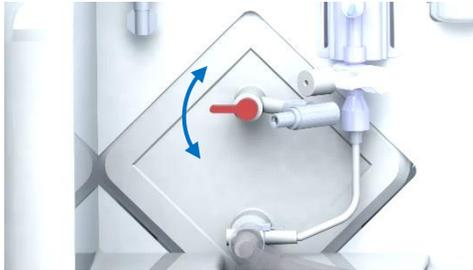

Abbildung 15 Luftventil am Oxygenator
- Entlüften Sie den Oxygenator über den Probenanschluss mit einer Spritze. Entfernen Sie zunächst die Kappe der Probenöffnung. Drehen Sie das rote Entlüftungsventil (siehe Abbildung 15) am Oxygenator nach unten (vor dem arteriellen Filter) und aspirieren Sie, bis die Luft entfernt ist. Schalten Sie das rote Ventil nach oben (nach dem arteriellen Filter) und aspirieren Sie erneut, bis die gesamte Luft entfernt ist. Schalten Sie das Ventil in die geschlossene Position (mittlere Position) und setzen Sie die Kappe auf das Probeentnahmeventil.
- Primen Sie den Drucksensor, indem Sie sicherstellen, dass sich das Ventil in der horizontalen Position befindet, und ziehen Sie an der blauen Schnapflasche, bis einige Tropfen Perfusat austreten. Bewegen Sie das weiße Ventil nicht aus der horizontalen Position. (Abbildung 15).
Die Entnahme der Perfusionsflüssigkeit aus dem Oxygenator erfolgt über den Probenanschluss (Abbildung 7, Punkt 6) mit Hilfe einer Spritze. Drehen Sie das Probenahmeventil (Abbildung 7, Punkt 12 und Abbildung 15) am Oxygenator nach unten, um eine Probe vor dem arteriellen Filter zu entnehmen. Drehen Sie das Ventil nach oben, um eine Probe nach dem arteriellen Filter zu entnehmen. Bringen Sie das Ventil nach der Probenahme in die geschlossene Position (Mittelstellung). Um ein versehentliches Auslaufen zu vermeiden, ist das Perfusions-Set mit einer automatisch schließenden Probenöffnung ausgestattet.